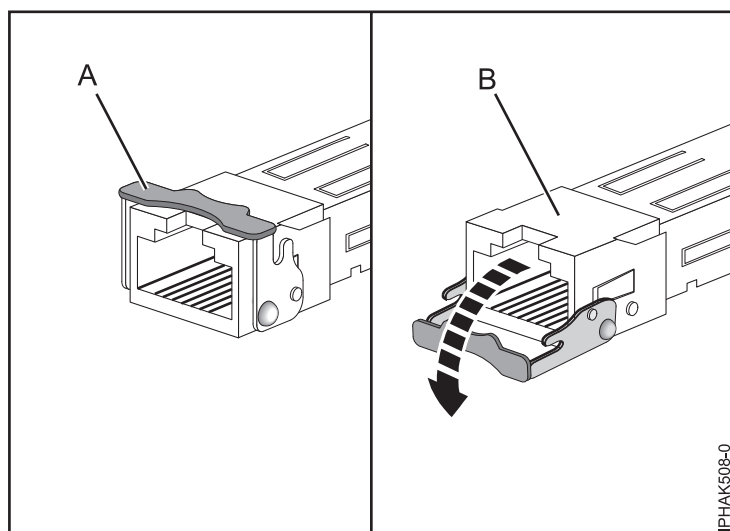

図 37. アダプターからの SFP トランシーバーの取り外し
- b. 67 ページの図 37に示すように、ラッチ (A) をカードから離すように下向きに回転させて開きます。
- c. トランシーバー (B) をアダプター・ハードウェアから引き出します。